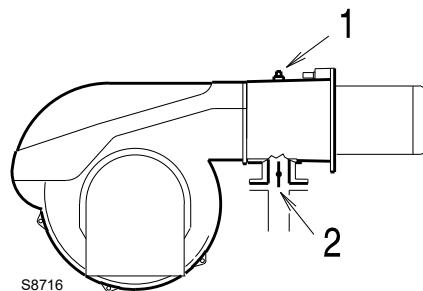

Fig. 23
Pressione del gas misurata alla presa 1)(Fig. 23), con:
Perdita di carico farfalla gas 2)(Fig. 23) con apertura massima: 90°.
- sottrarre dalla pressione del gas alla presa 1)(Fig. 23) la pressione in camera di combustione.
$$\begin{aligned} \text{Pressione del gas alla presa 1)(Fig. 23)} &= 17,0 \text{ mbar} \\ \text{Pressione in camera di combustione} &= 3,0 \text{ mbar} \\ 17,0 - 3,0 &= 14,0 \text{ mbar} \end{aligned}$$
Per conoscere invece la pressione del gas necessaria alla presa 1)(Fig. 23), fissata la potenza massima di modulazione alla quale si desidera funzioni il bruciatore:
- Leggere sulla destra, colonna 1, la pressione alla presa 1)(Fig. 23).
pressione necessaria alla presa 1)(Fig. 23).